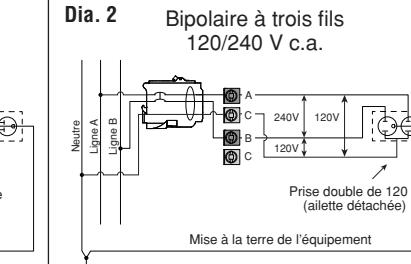

Fig. 2
4. Mettre le levier du DDFT à la position OFF (fig. 2). **REMARQUE :** NE PAS mettre le disjoncteur à ON avant que l'installation soit terminée et que son alimentation ait été rétablie. **REMARQUE :** les DDFT de dérivation de Leviton ont une fonction de verrouillage qui empêche de mettre leur levier à ON si leur mécanisme de vérification interne détecte la possibilité qu'ils ne puissent pas couper le courant en cas de fuites à la terre.
3. Mettre le levier du DDFT à la position OFF, puis à la position ON (fig. 2).
4. Coloque la manija del interruptor de circuito derivado ICFT en la posición de APAGADO (ver fig. 2).
3. Ponga la manija del interruptor del circuito derivado ICFT en la posición de APAGADO, luego, ponga la manija en la posición de ENCENDIDO (ver fig. 2).